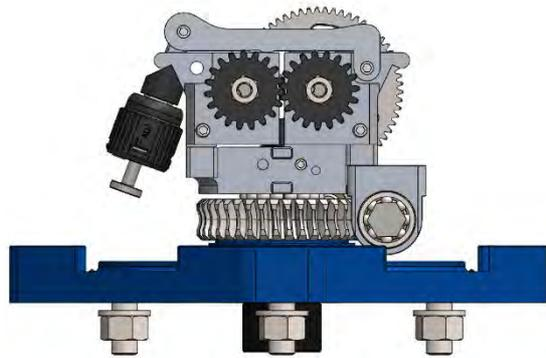

Figura 14
2. Sollevare la copertura. Figura 14;